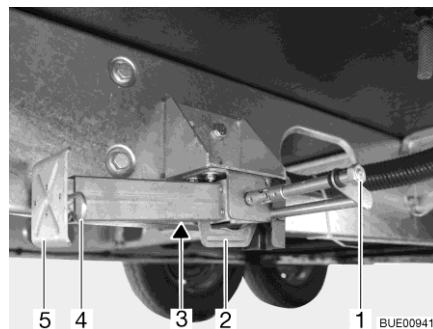

Fig. 40 Vérin stabilisateur
- Placer la clé à pipe sur l'écrou à six pans (Fig. 40,1) et tourner jusqu'à ce que le vérin stabilisateur soit en position verticale vers le bas.
- Lorsque la longueur des vérins stabilisateurs est réglable, faire sortir la goupille (Fig. 40,4) de la rallonge du pied d'appui (Fig. 40,5).
- Placer la clé à pipe sur l'écrou à six pans (Fig. 40,1) et tourner jusqu'à ce que le vérin stabilisateur se dégage du sol.
- Rentrer complètement la rallonge du pied d'appui (Fig. 40,5) et insérer la goupille (Fig. 40,4) dans le trou prévu à cet effet.
- Tourner l'écrou à six pans (Fig. 40,1) jusqu'à ce que les vérins stabilisateurs soient pivotés vers le haut et que la glissière (Fig. 40,2) soit arrivée complètement à l'extrémité de la fente (Fig. 40,3).